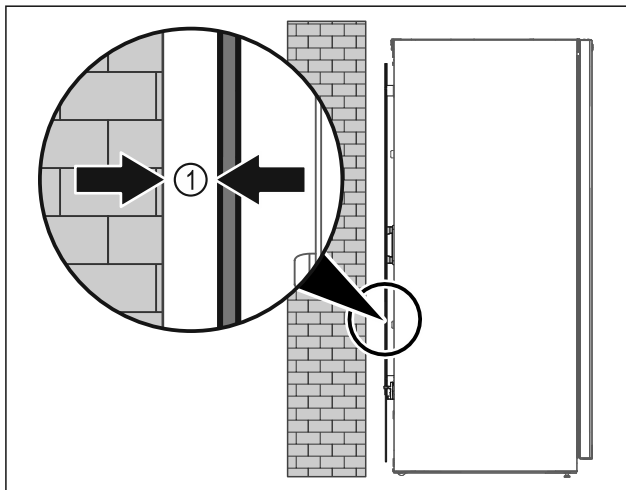

Fig. 8
- Placer l'appareil soit librement dans la pièce, soit directement contre un mur en respectant une distance minimale de 5 mm Fig. 8 (1).